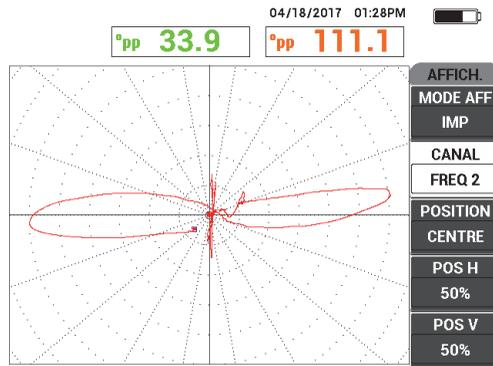

Figure 5-202 Signal de vérification en FREQ 2
- Balayez le tube sur toute sa longueur, et vérifiez que le signal provenant du trou débouchant est vertical et que le signal provenant de l'anneau d'appui n'est pas rogné. Réglez le signal tel que requis (voir la Figure 5-202 à la page 288).